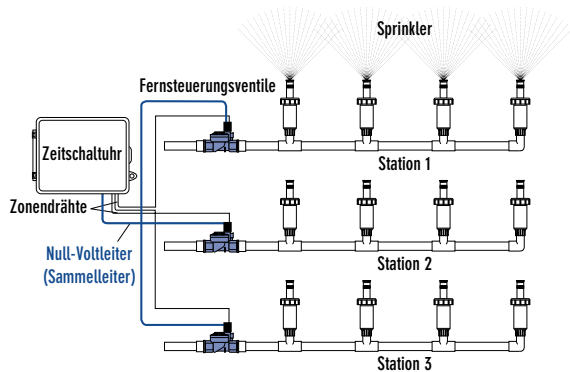

Abbildung 13: Anschluss der Sprinklerleitungen an die Ventile
- Verbinden Sie einen Draht von jeweils einem Ventil (es ist unerheblich, welchen Draht Sie nehmen) mit einem einzelnen, "Sammel"-Sprinklerdraht (Null-Voltleiter, gewöhnlich weiß). [Siehe Abbildung 13]